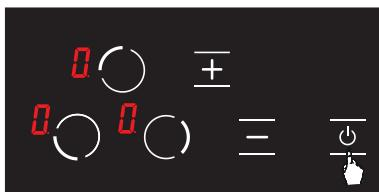

Abbildung 11
1. **⊕** durch Berühren der Taste kann der Herd eingeschaltet werden. (siehe Abb. 11)